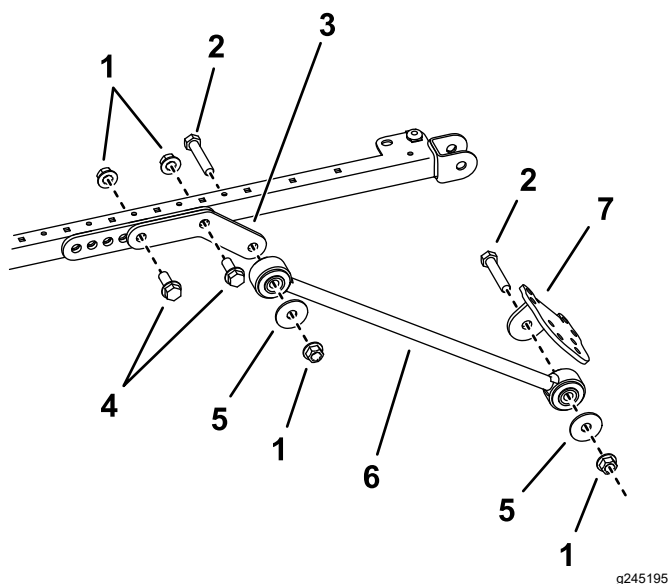

Figura 37
- En cada lado del bastidor del toldo, monte provisionalmente un acoplamiento de extensión en los orificios trasero y central del soporte de montaje con 2 pernos (½" x 1½") y 2 tuercas con arandela prensada (½"), tal y como se muestra en la Figura 37.
- Instale provisionalmente un tirante en el exterior de cada acoplamiento de extensión con un perno (½" x 2½"), una arandela (½") y una tuerca con arandela prensada (½") Figura 37.
11. Sujete provisionalmente un soporte de tirante a cada tirante con un perno ($\frac{1}{2}$ " x $2\frac{1}{2}$ "), una arandela ($\frac{1}{2}$ ") y una tuerca con arandela prensada ($\frac{1}{2}$ "), según se muestra en Figura 37.